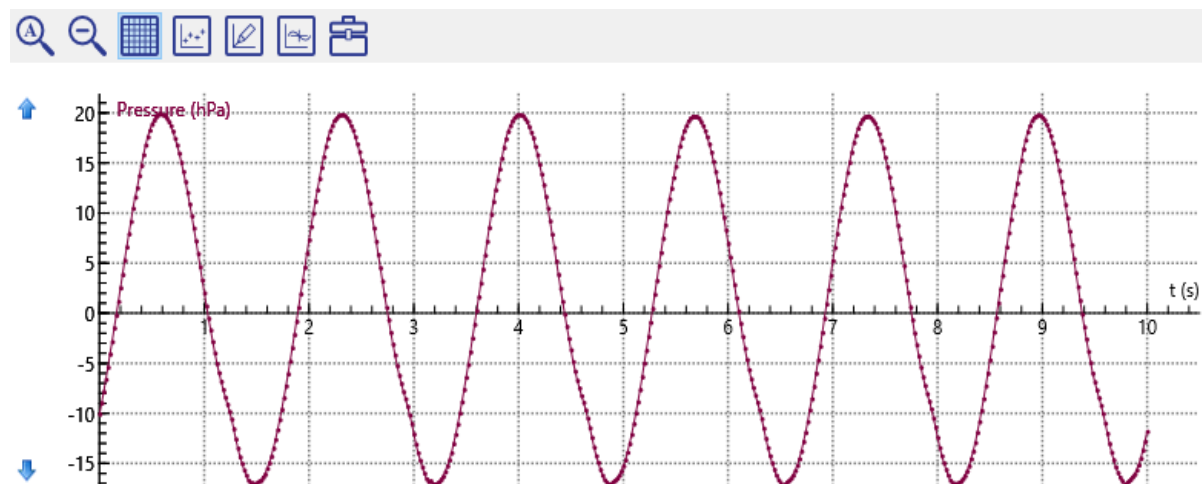

Fig. 1 Ação da pressão no motor Stirling D
- Fazer a avaliação da curva de medição (fig. 1).